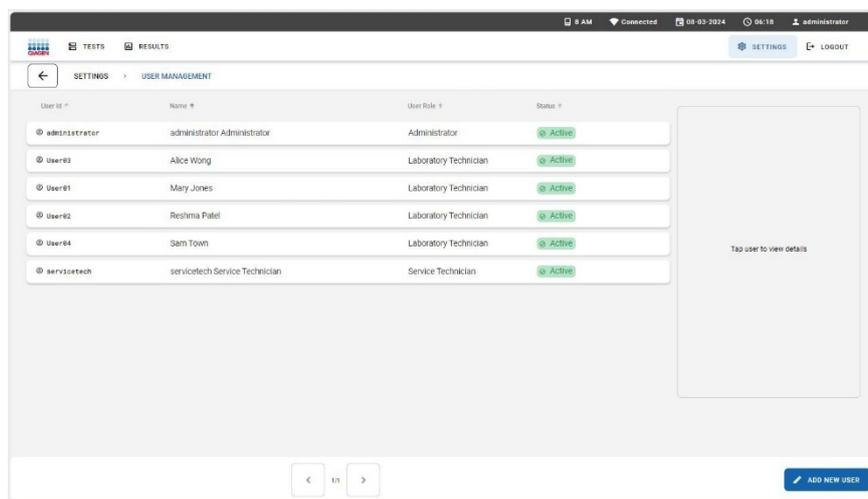

Figura 69. User Management (Gestione utenti).
2. Selezionare il menu User Management (Gestione utenti) per visualizzare gli utenti che possono accedere a QIAstat-Dx Rise (Figura 69). Le proprietà del profilo utente sono descritte in Procedure di funzionamento.